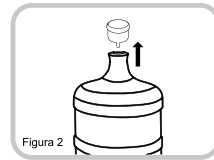

Figura 2
5. Quite todo el tapón de plástico de la parte superior de la botellón. (Figura 2)